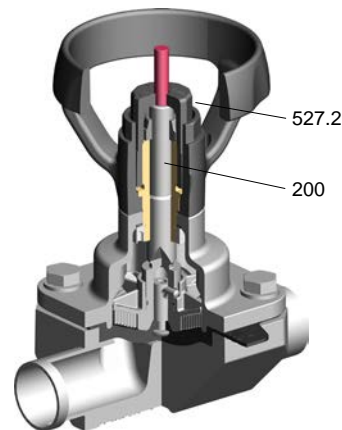

Abbildung 8: SISTO-C HV.510/520
1. Armatur in gewünschte Position bringen, Einstellhülse [527.2] durch Rechtsdrehung bis zur Anlage an der Spindel [200] verstellen (siehe Abbildung 8).